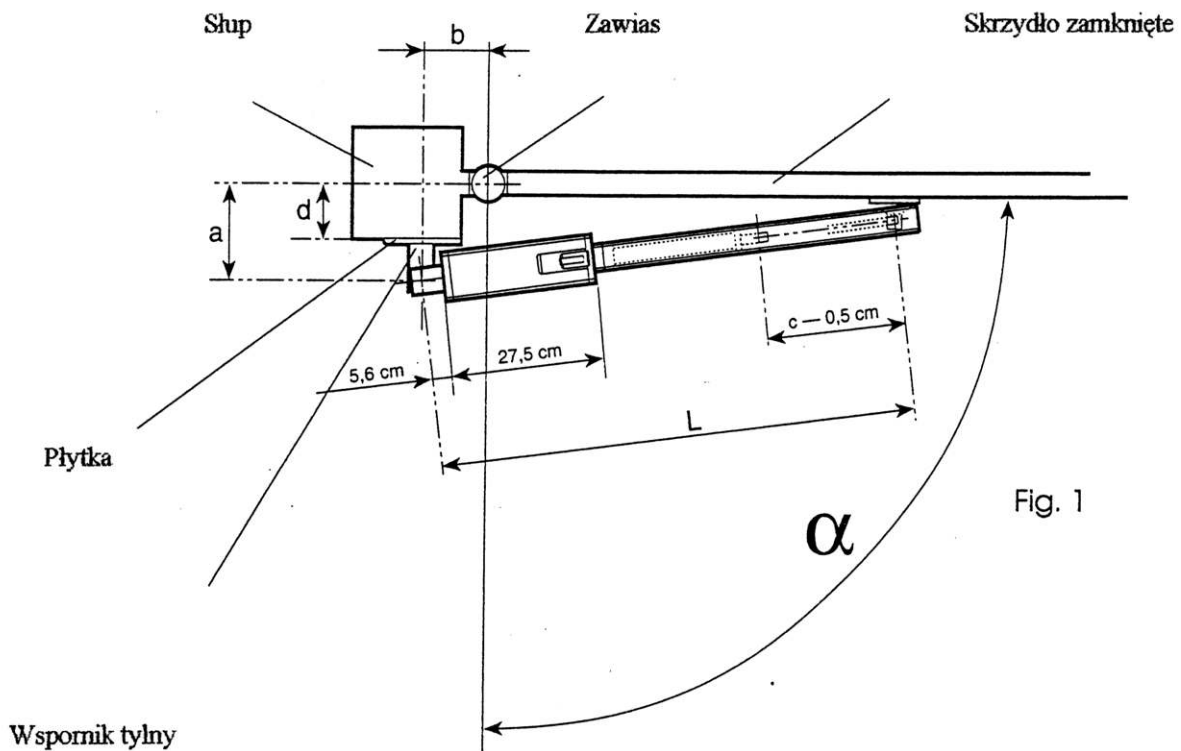

Fig. 1
- 1) Zamocować na słupie wspornik tylny według wskazówek z rys.1 oraz tabeli A.